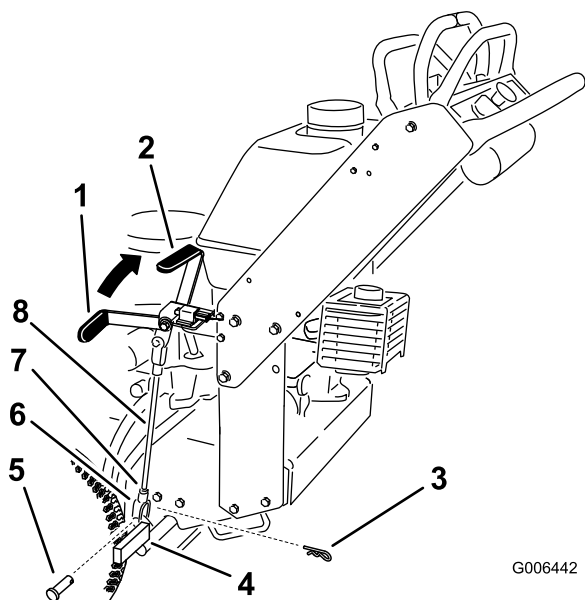

Figure 36
Remarque: Quand le frein est serré, la poignée doit être à la position 1 heure (Figure 36).
5. Desserrez les écrous de blocage supérieur et inférieur (Figure 36).
6. Pour régler le frein, retirez la goupille fendue et l'axe de chape du levier de frein inférieur (Figure 36).
7. Tournez la tige de frein dans les chapes. Pour serrez le frein, allongez la tige entre les chapes. Pour desserrer le frein, raccourcissez la tige entre les chapes (Figure 36).
8. Fixez la chape au levier de frein inférieur avec la goupille fendue et l'axe de chape (Figure 36).
9. Serrez les écrous de blocage supérieur et inférieur (Figure 36).